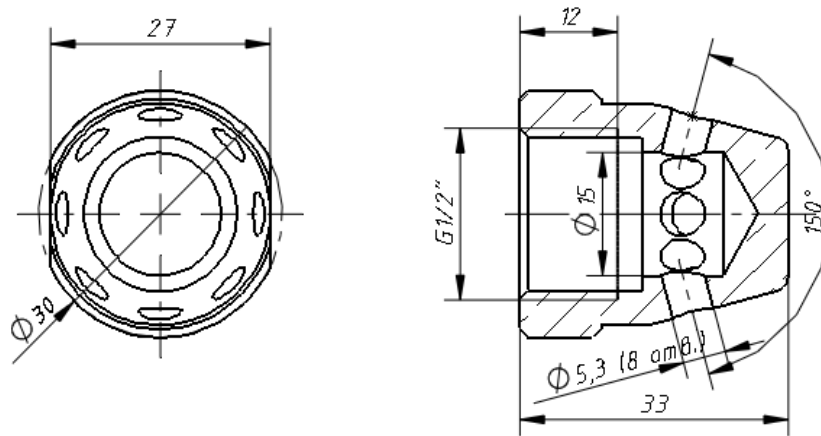

Рис.10 Общий вид распылителя РГ-Л-П-176-G1/2"
7.12 Длина отводящего трубопровода А+В+С Рис.10 не более 3м. Количество поворотов трубопровода не более трех.